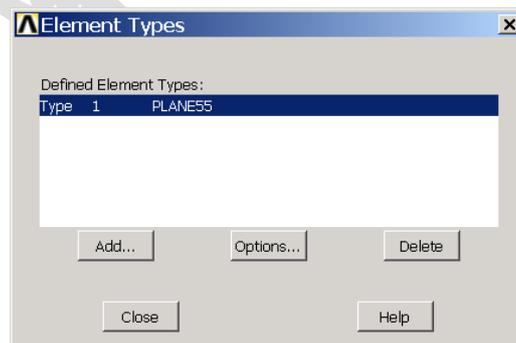

图11.22 定义单元类型
(1) 启动 ANSYS, 单击【Utility Menu】|【File】|【Change Title】菜单, 定义分析标题为“Casting Solidification”。
(2) 单击 Main Menu>Preprocessor>Element Type>Add/Edit/Delete 菜单, 定义二维热单元 PLANE55。如图 11.22 所示。